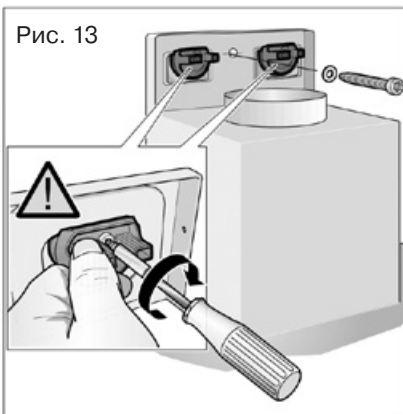

Рис. 13
10. Закрепите кронштейн крепления вытяжки центральным саморезом (рис. 13).